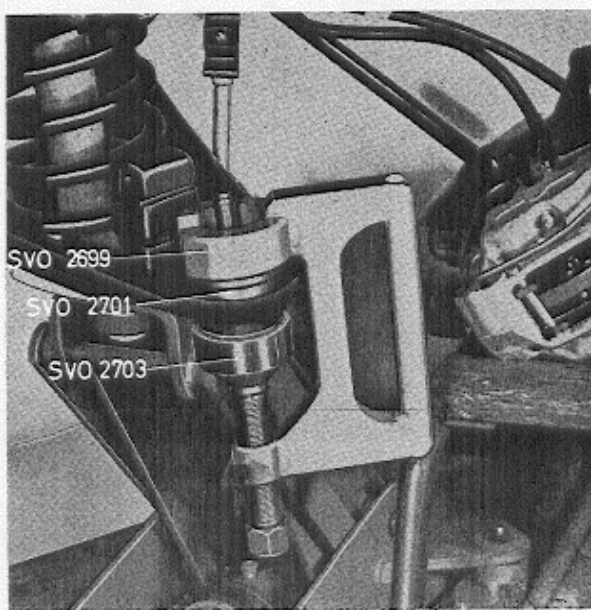

Fig. 6-24. Montage kogelgewricht, onderste draagarm
- Pers het kogelgewricht in de draagarm met gereedschap SVO 2699+2701+2703, zie Fig. 6-24. Draai, indien het kogelgewricht niet juist gemonteerd is, het gereedschap 180° om en pers het dan in de juiste stand in de draagarm.